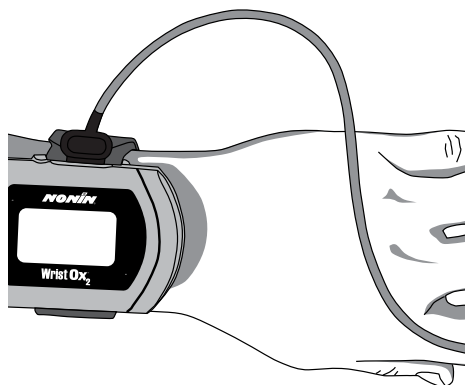

Figura 15: Applicare il sensore al paziente
6. Applicare il sensore al paziente (figura 15). Per istruzioni su applicazione corretta del sensore, avvertenze e precauzioni, fare riferimento alle Istruzioni per l'uso del sensore.